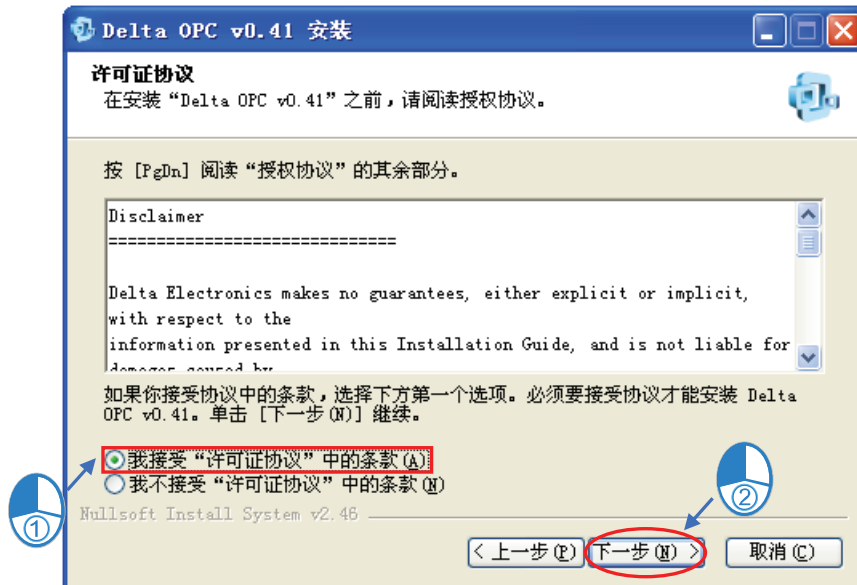

图 1-4 授权协议
- (3) 在许可证协议窗口浏览该叙述内容后，若同意此内容请勾选**我接受「许可证协议」**中的条款按钮，进行下一个步骤，如图 1-4。若不同意则按下**取消**按钮离开安装程序。